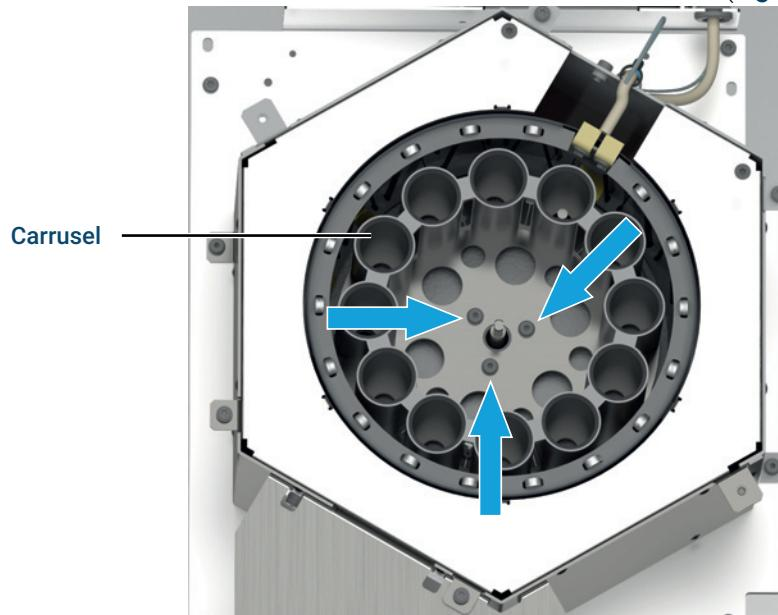

Figura 15. Extracción del carrusel
- b Retire los tres tornillos T-20 Torx del centro del carrusel (**Figura 15**).